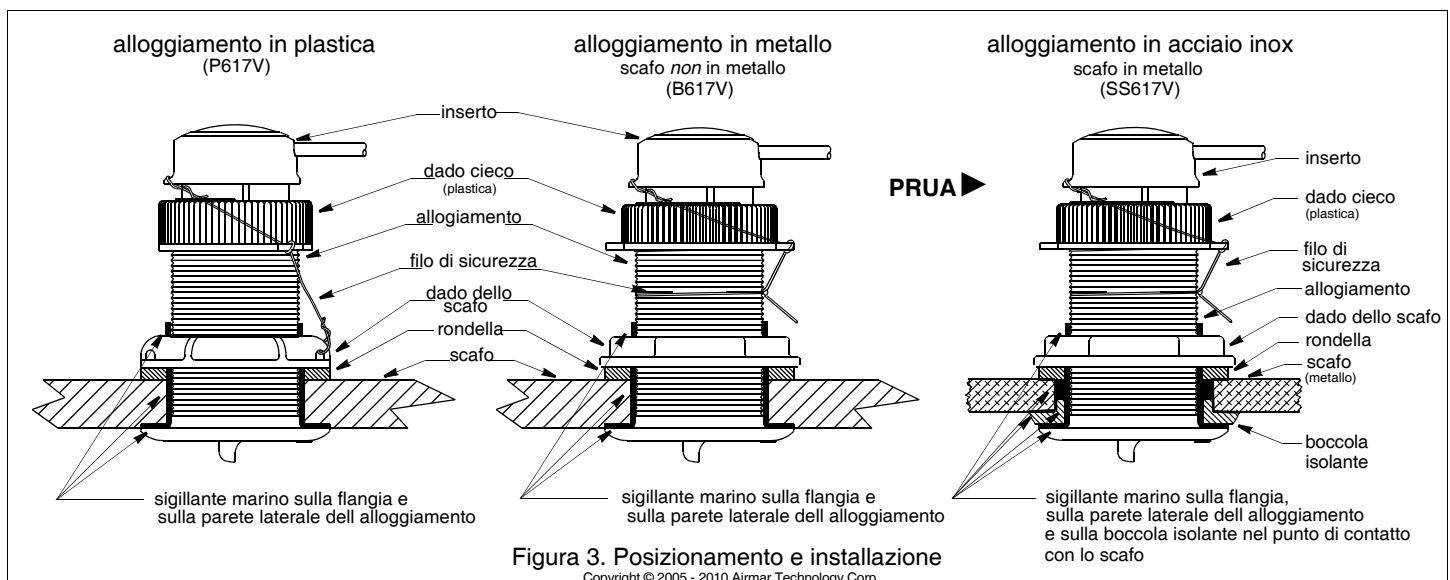

Figura 3. Posizionamento e installazione
Applicate uno strato di sigillante marino dello spessore di 2mm (1/16") intorno alla flangia dell'alloggiamento a contatto con lo scafo e sulla parete laterale dell'alloggiamento (Figura 3). Il sigillante deve coprire una superficie più spessa di 6mm (1/4") rispetto allo spessore di scafo, rondella, e dado dello scafo. In questo modo il sigillante marino nelle filettature sigillerà lo scafo e manterrà il dado dello scafo fisso nella sua posizione.
1. Dall'esterno dello scafo, spingete l'alloggiamento nel foro di montaggio effettuando un movimento rotatorio fino a quando fuoriesce il sigillante marino in eccesso (Figura 3).
2. Utilizzando una sega a tazza da 51mm o 2", ritagliate il foro dall'esterno dello scafo attraversando esclusivamente la pelle *esterna* (Figura 3).
2. Rimuovete l'inserto dall'alloggiamento scollegando il cavo di sicurezza del dado cieco (Figura 3). Svitando il dado cieco. In questo modo solleverete l'inserto. Rimuovete l'inserto tirandolo lentamente. Fate scivolare l'otturatore nell'alloggiamento.